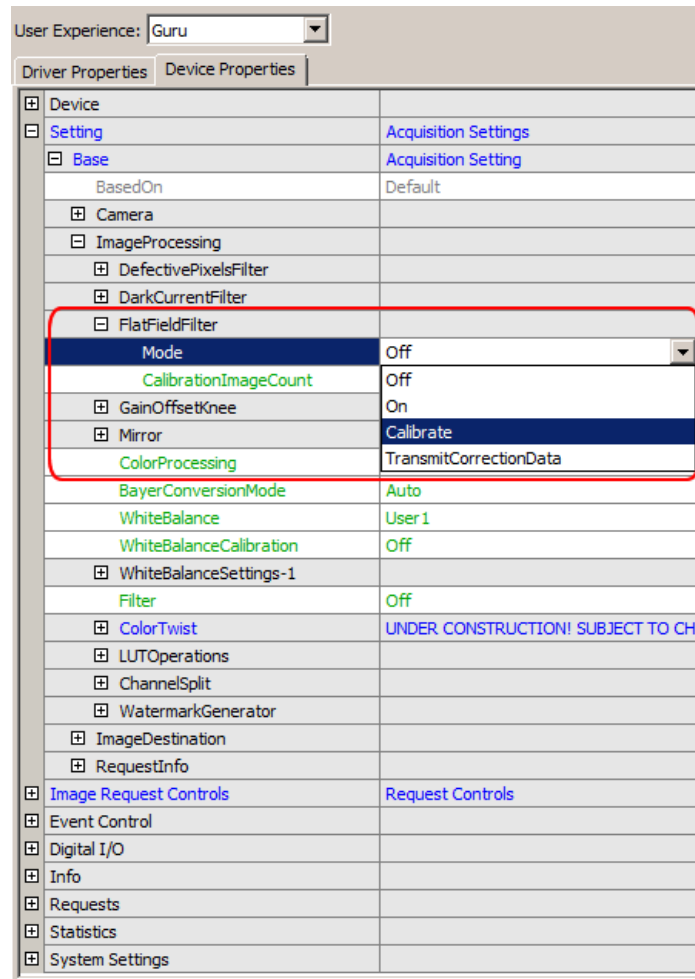

Abbildung 7 Filtermode = Calibrate
- (Filter-)Mode = *Calibrate* (siehe Abbildung 7)